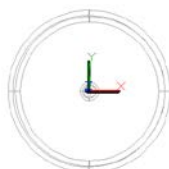

图 10.133 绘制球体
(3) 单击【建模】选项中的【球体】按钮 ，以坐标原点为球心，设置球体半径为 25，效果如图 10.133 所示。